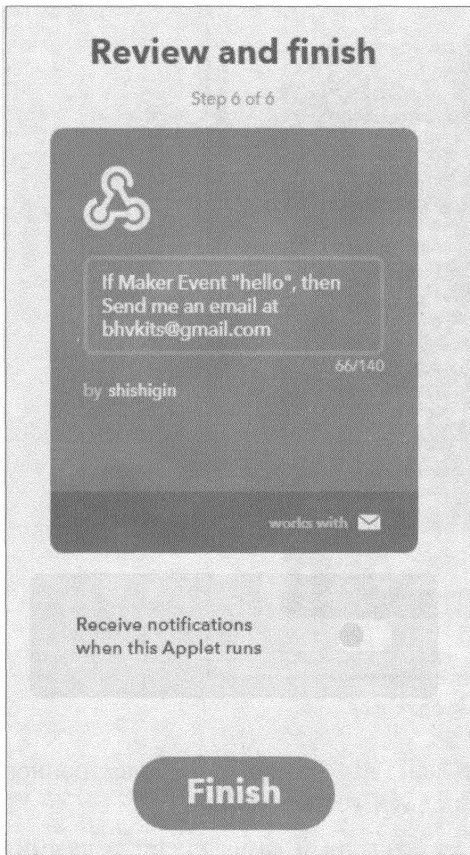
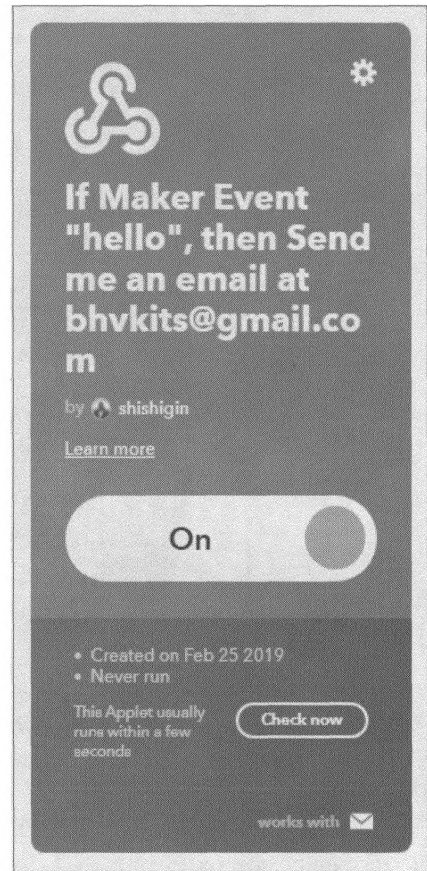

Рис. 7.17. Проверьте созданный вами апплет и нажмите кнопку **Finish**
Рис. 7.18. Готовый апплет для отправки электронного письма
9. В открывшемся окне (рис. 7.17) проверьте созданный вами апплет и нажмите кнопку **Finish** — апплет появится на вашей панели IFTTT (рис. 7.18).